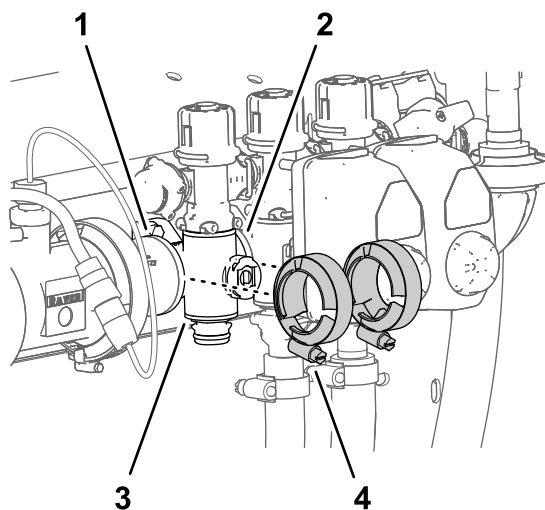

Figure 113
- Retirez les 2 colliers bride qui fixent la valve de collecteur de section aux brides des composants adjacents (Figure 113).